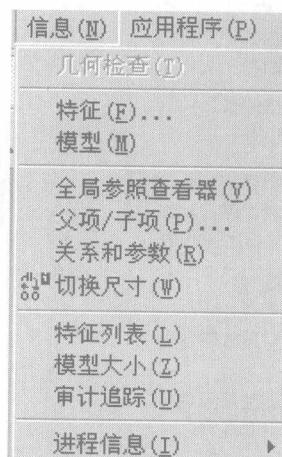

图 1-8 信息菜单
(6) 【信息】菜单。该菜单主要用来查看零件、模型或对象的信息。信息以单独的窗口显示，【信息】菜单如图 1-8 所示。